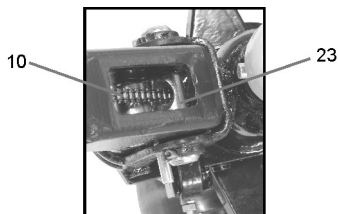

Fig. 4 – Corrente do cabo
ATENÇÃO! Durante a montagem do cabo, mantenha a corrente conforme indicado na fig. 4 para evitar danos a mesma e facilitar a montagem.
- b. Passe a corrente “10” do cabo pelo centro do eixo, ver fig. 4.